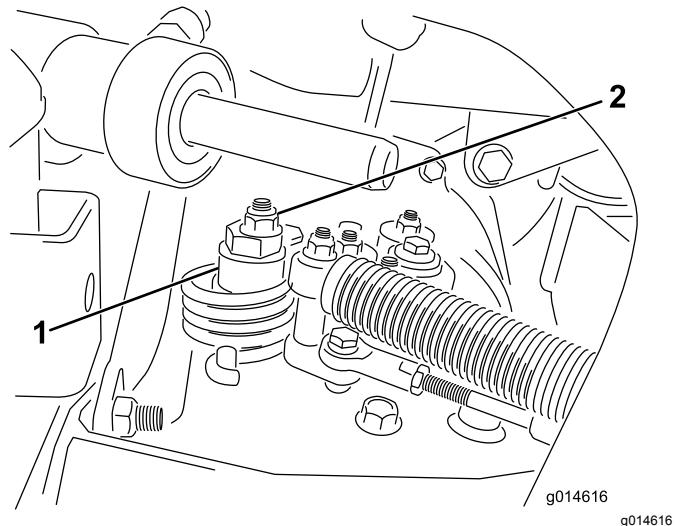

Bild 32
- A. Lösen Sie die Mutter, mit der der Exzenter oben am Hydrostat befestigt ist (**Bild 32**).
C. Drehen Sie den Exzenter, bis kein Kriechen in jeder Richtung auftritt. Ziehen Sie die Schraube fest, wenn sich das Rad nicht mehr dreht, um den Exzenter und die Einstellung zu arretieren (Bild 32). Überprüfen Sie die Einstellung, wenn die Gasbedienung in der LANGSAM- und SCHNELL-Stellung ist.